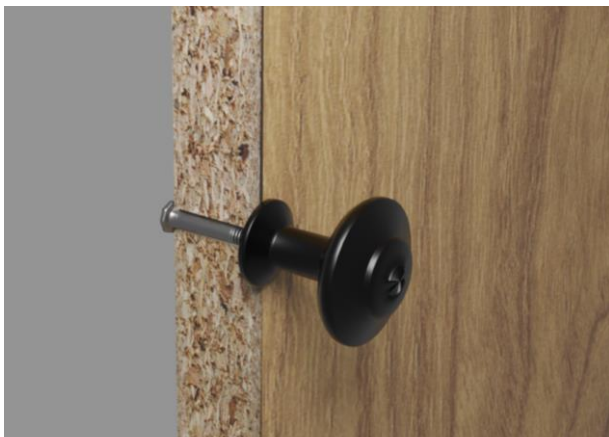

Figure 19
- Les poignées ou autres, qui sont vissées sur la surface du panneau, doivent être serrées de la façon la plus uniforme possible et pas trop fermement, au risque de déformer l'intérieur du panneau (Fig. 19).